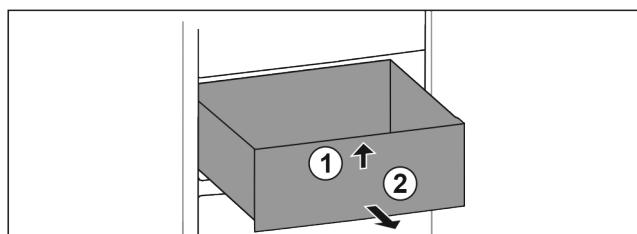

Fig. 69
- Ridicați sertarul în față. Fig. 69 (1)
- Extragăti sertarul spre înainte. Fig. 69 (2)